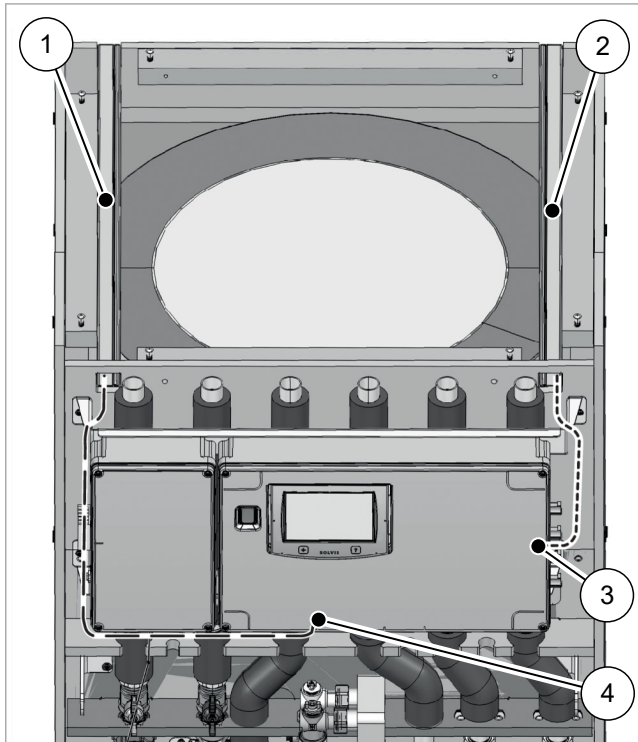

Abb. 24: Leitungsverlauf unterhalb des Deckels
2. Spannungsführende Leitungen durch den linken Kabelkanal (siehe → Abb. 24 (1)) im Deckelbereich einführen.
5. Sensorik, Kleinspannungs- und Modbus-Leitungen durch den rechten Kabelkanal (siehe → Abb. 24 (2)) führen.